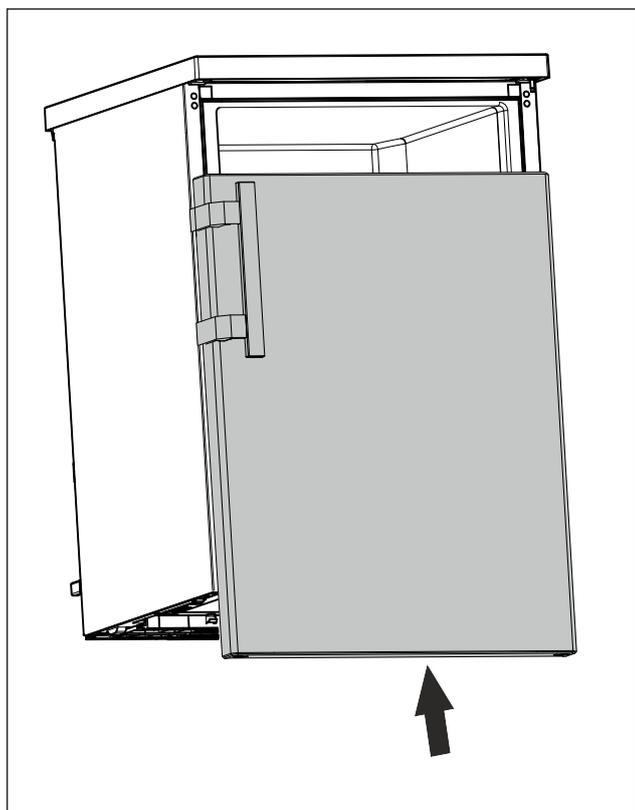

Fig. 19
- ▶ Inserire la porta chiusa sul perno superiore. (vedere Fig. 19)